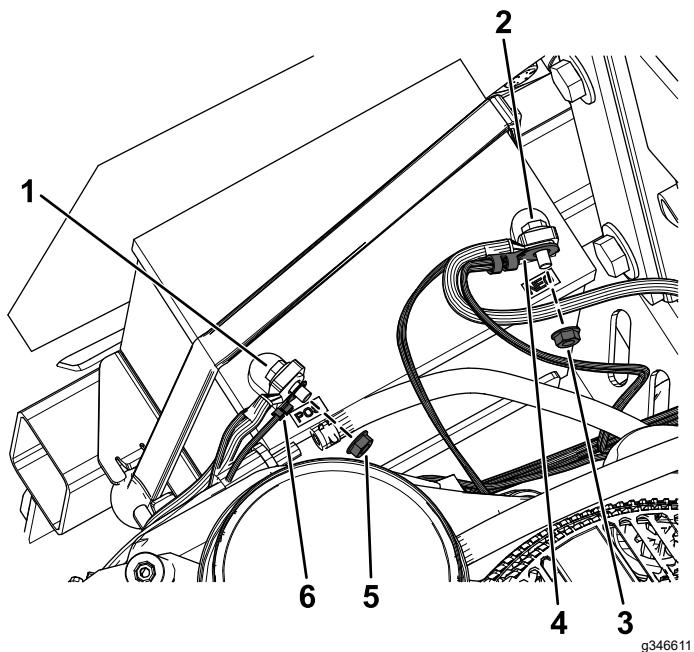

Figure 19
5. Retirez l'écrou de la borne positive de la batterie et placez la bague de la borne positive du faisceau du kit sur le boulon (Figure 19).
6. Fixez la bague de la borne positive à l'aide de l'écrou retiré précédemment (Figure 19).
8. Retirez l'écrou de la borne négative de la batterie et placez la bague de la borne négative du faisceau du kit sur le boulon (Figure 19).
9. Fixez la bague de la borne négative à l'aide de l'écrou retiré précédemment (Figure 19).